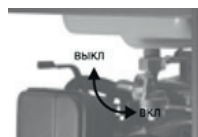

Рис. 1
2. Открыть топливный кран на топливном баке, переведите его в положение «Вкл» (Рис. 1).